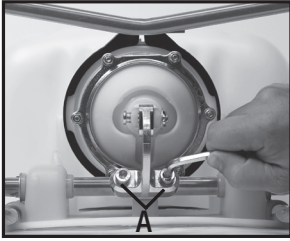

Figure 1
- 1) Retirez la goupille fendue et la poignée de la pompe. Placez la pompe vers vous et déposez l'appareil sur le dos (figure 1). Desserrez la pince du boyau et retirez le boyau du pulvérisateur. Attention : il pourrait rester du liquide dans le boyau et dans le cylindre de pression. Tournez l'arbre de la pompe pour atteindre les deux boulons du levier (A). Utilisez une clé allen et retirez les boulons du levier.